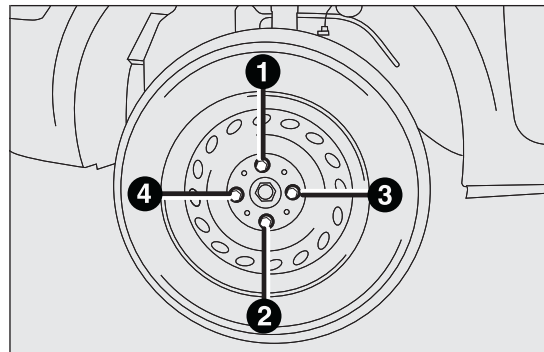

fig. 101
- serrer les boulons à fond, en passant alternativement d'un boulon à celui diamétralement opposé, selon l'ordre indiqué sur fig. 101.
- en se servant de la clé fournie, serrer les boulons à fond, selon l'ordre représenté fig. 101 ;